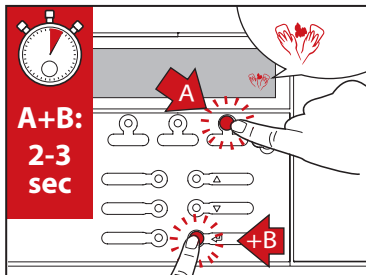

图 10
10. 按照 Excellence Compact 咖啡机显示屏上的说明启动清洗功能。可能需要同时按下 ENTER（回车）和 STOP（停止）（对于按钮型），或者按下 START（启动）（触屏型）（参见图 10）。
10. 在清洁容器中加一片 RINZA 清洁片（参见图 10）。
10. 将牛奶抽吸管插入清洁容器（参见图 10）。